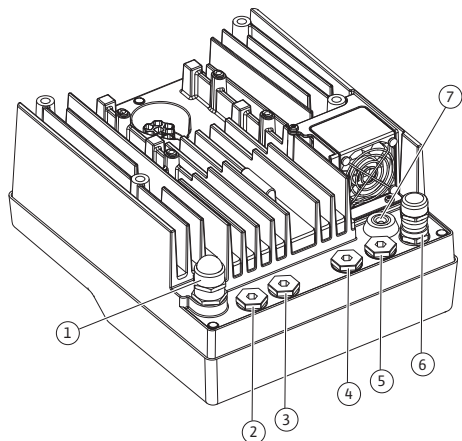

Fig. 19: Káblové priechodky so závitom/káblové vstupy
4. Pripojovací kábel je nutné viesť cez káblovú priechodku M25 (Fig. 19, pol. 1). Uťahnite káblovú priechodku s udaným krútiacim momentom.